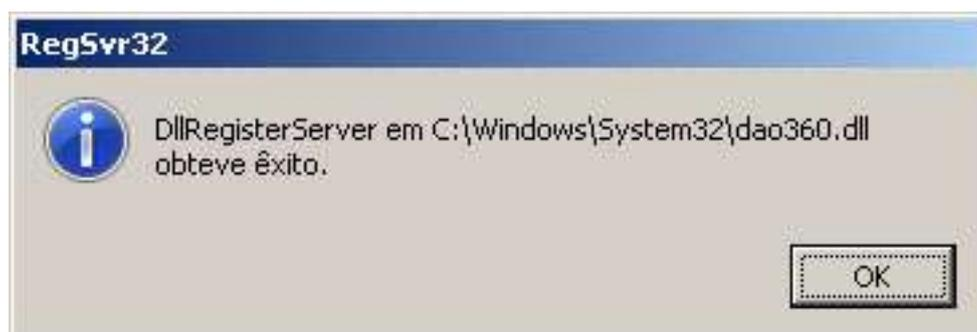

Figura 40 - DLL Registrada com Sucesso
- ✓ Após realizar os procedimentos acima, será exibida uma mensagem conforme a **Figura 40**.